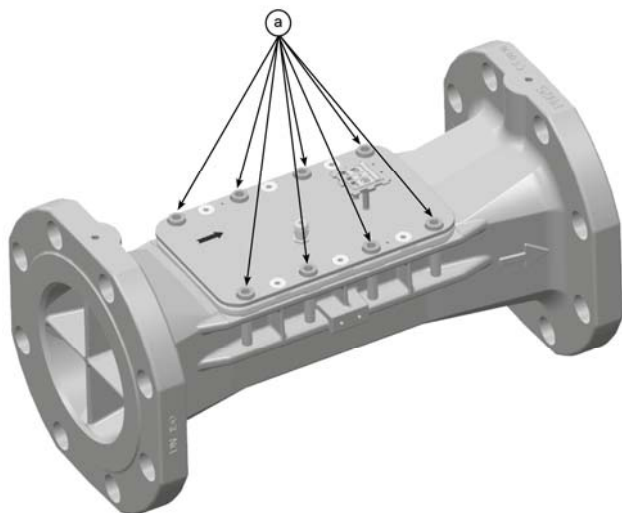

Рис. 8: Винты «а»
- Выкрутить винты «а» (см.рис. 8).
- Закрутить 8 винтов «а» (см. рис. 8) с крутящим моментом 35 Nm.